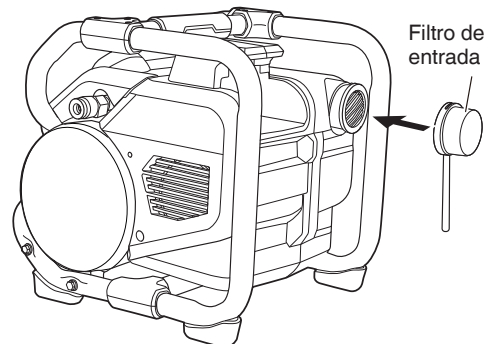

Fig. 6B
- Compruebe que la tapa del filtro de entrada no esté floja. Si el filtro está suelto, retírelo e instálelo de nuevo. (Fig. 6B)